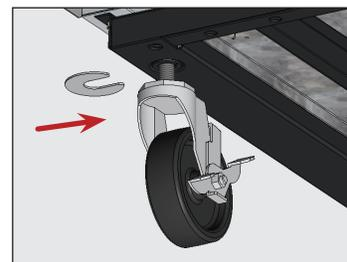

Рис. 9. После установки прокладки (прокладок) обязательно затянуть шток роликовой опоры.
5. Внизу устройства ослабить болт роликовой опоры настолько, чтобы можно было вставить прокладки между подшипником роликовой опоры и нижней рейкой устройства. См. рис. 9.